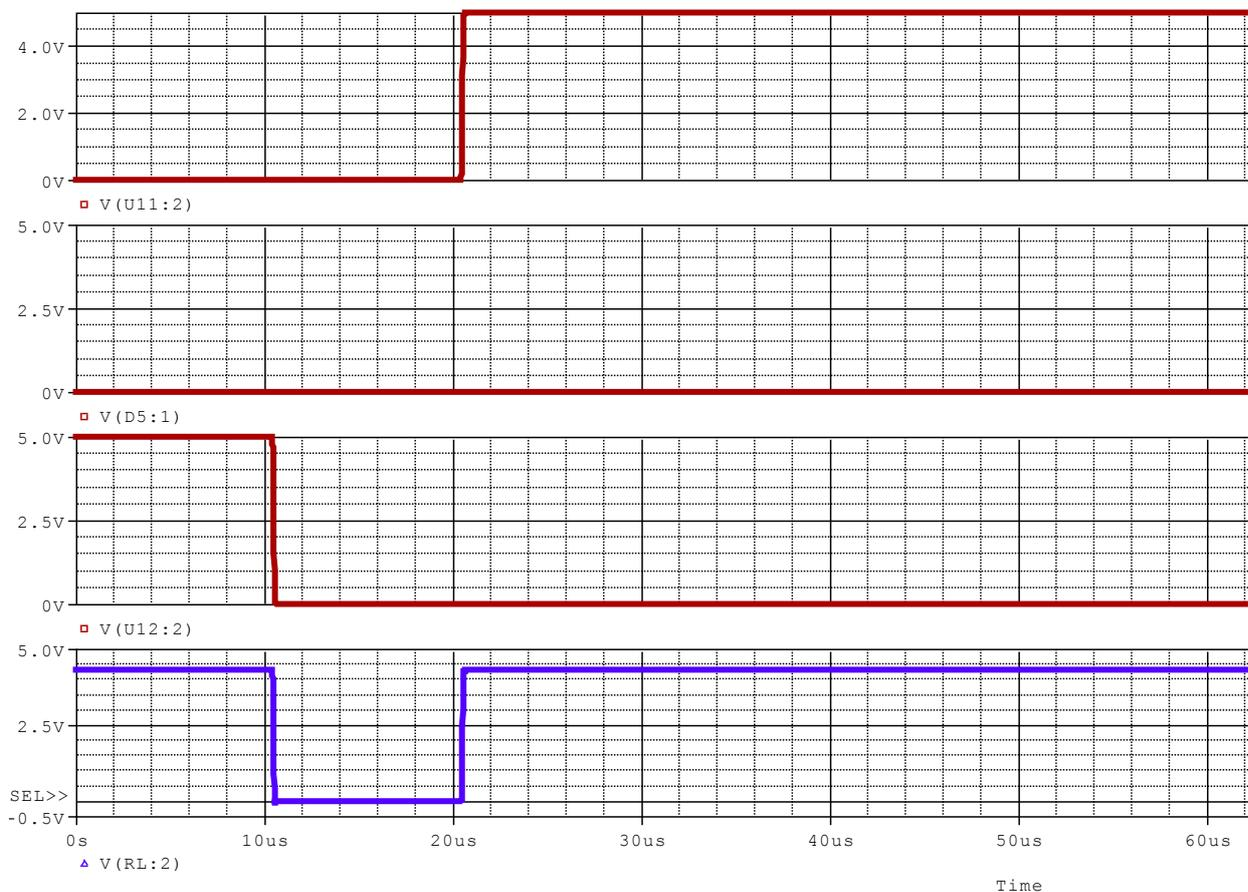

Figura 1.50 – Formas de onda da porta OR de 3 entradas.
b) A Figura 1.50 mostra as formas de onda de entrada e de saída. Justifique o resultado obtido.